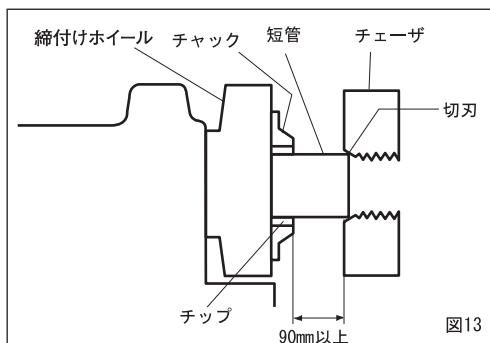

図13
- ① 後部スクロールおよびチャックをパイプ径より大きく開き、パイプを後部スクロール側から差し込んでください。(短管の場合はチャック側から差し込みます。)
- ② 後部スクロールを締めてから、右手でパイプを支え左手で締付けホイールを回してチャックを軽く締め、パイプにチップをよく合わせてから強くパイプを締め付けます。(反動を付けて締付けホイールを回す)
- ③ パイプの取外しは、反動をつけて締付けホイールを逆方向に回せばチャックが緩みます。次にスクロールを緩めてパイプを取外してください。
■短管ねじ切りのパイプのつかみ方 (図13)